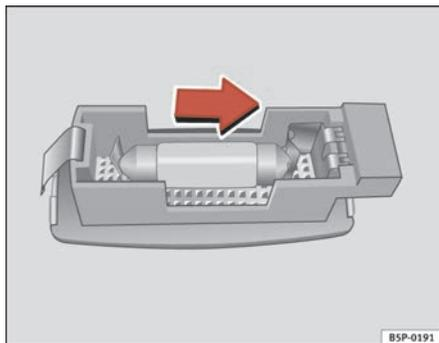

Fig. 201 Desmontagem da luz da pala do sol
- Retire a luz com cuidado, utilizando a parte plana da chave de fendas, tal como indica a figura ⇒ fig. 201.
- Retire a lâmpada, movendo-a no sentido da seta e para fora ⇒ fig. 201. ■